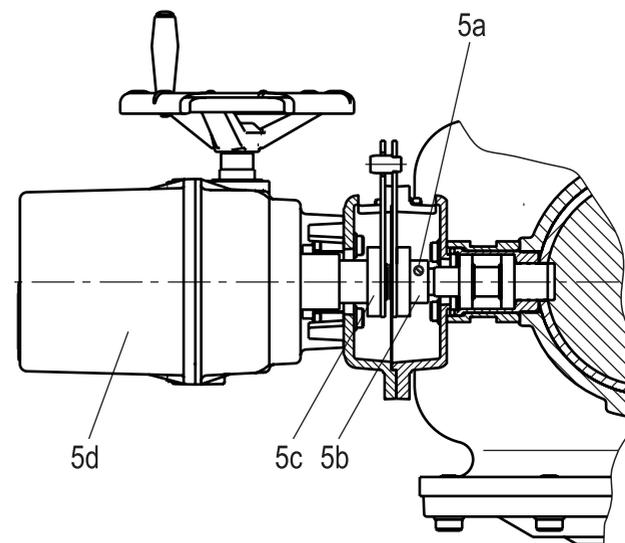

Рис. 5
4.4.6 Регулировка дроссельной заслонки (рис. 5):